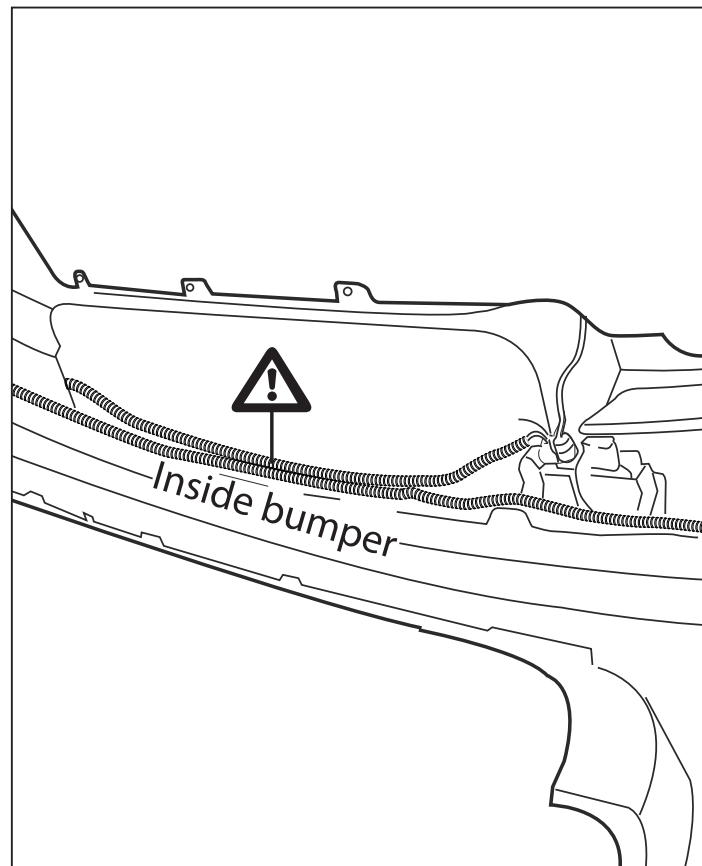

Fig. 4
11. **Внимание!** При монтаже деталей буксирного крюка следите за тем, чтобы не были повреждены имеющиеся провода. См. рисунок 4.